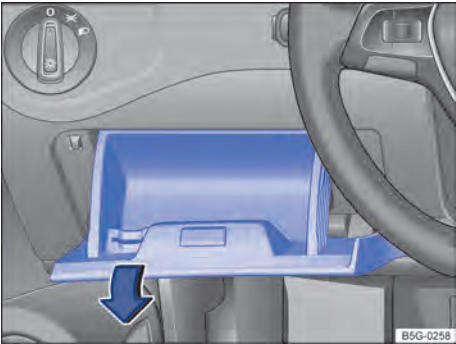

Fig. 214 À esquerda do volante: cobertura da caixa de fusíveis no painel de instrumentos.
- Abrir o porta-objetos do lado do condutor e puxar com força no lado esquerdo no sentido da seta ⇒ Fig. 214. Para isto, poderá ser necessário um esforço maior.